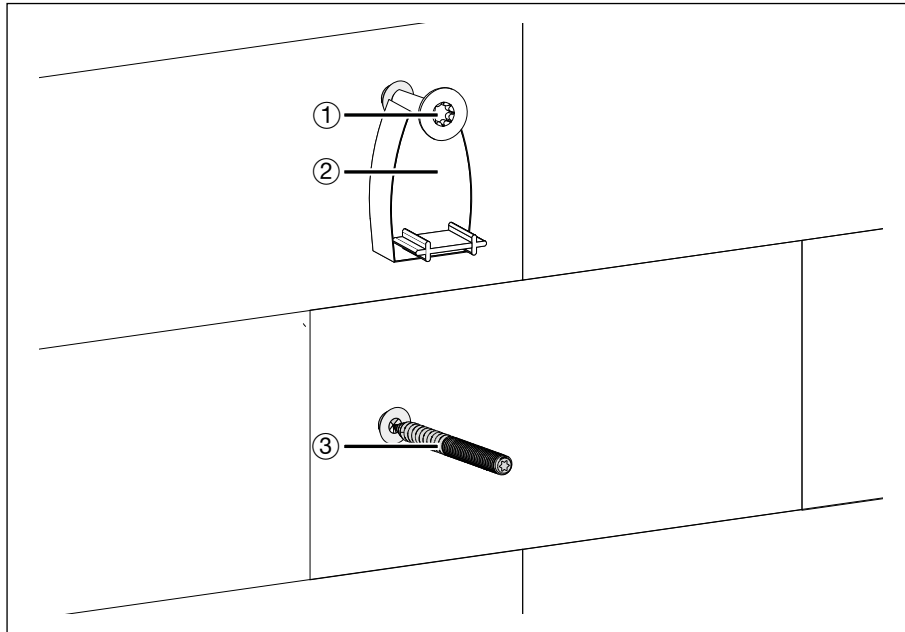

Fig. 15: Montaje de los tornillos en la pared
- ① Tornillo de cabeza plana 5 x 60
- ② Ayuda de montaje
- ③ Perno de sustentación
- ⑨ Corte los dos retenedores ① con unos alicates de corte diagonal.
- ⑩ Presione hacia fuera la tapa protectora ②.
- ⑪ Coloque el soporte para cables con la abertura ③ en el tornillo de cabeza plana. (véase la fig. 15: Montaje de los tornillos en la pared).
- ⑫ Coloque la abertura ④ sobre el perno de sustentación.
- ⑬ Coloque la arandela en el perno de sustentación a través de la abertura inferior del soporte para cables.
- ⑭ A continuación, enrosque la tuerca de sombrerete en el perno de sustentación.
- ⑮ Apriete la tuerca de sombrerete con una llave de 10 mm a través de la abertura inferior del soporte para cables.
- ⑯ Coloque de nuevo la tapa protectora ② en el soporte para cables.